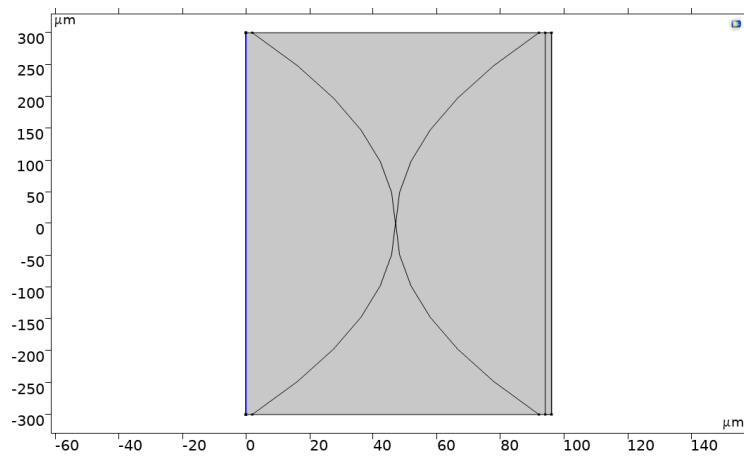
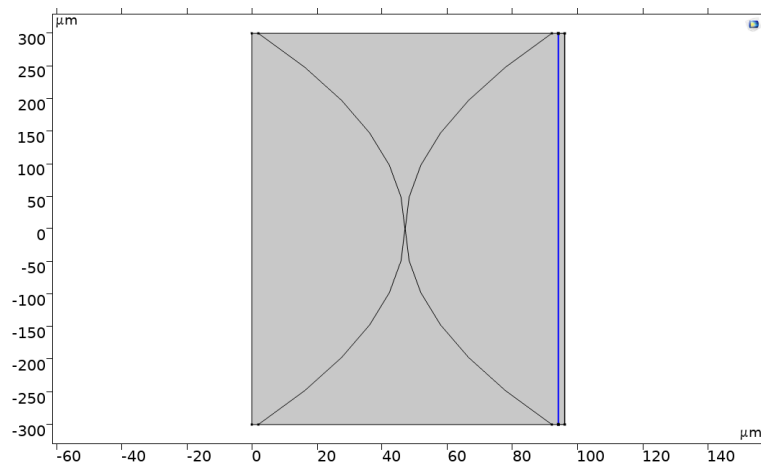

Рис.10
Рис.11
\_ В окне Model Builder раскрываем окно Definition, раскрываем окно Selection, нажимаем кнопку Near Field или Input Boundary. Должны получиться картины подобные Рис.11, Рис.10.
– **Проверяем настройку физических моделей** для решения поставленной задачи. В окне Model Builder раскрываем окно Electromagnetic Wave, Beam Envelops, нажимаем кнопку Matched Boundary Condition. Должны получиться картина подобная Рис.10.